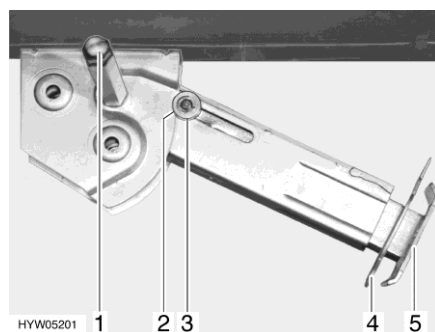

Fig. 36 Piedino di stazionamento
- Inserire la chiave a tubo nell'esagonale (Fig. 36,1) e ruotare fino a quando il piedino di stazionamento non si trova in posizione verticale verso il basso.
- Estrarre la copiglia (Fig. 36,4) dal prolungamento dell'estremità del piedino (Fig. 36,5).
- Inserire la chiave a tubo nell'esagonale (Fig. 36,1) e ruotare fino a quando il piedino di stazionamento non si stacca dal terreno.
- Spingere completamente all'interno il prolungamento dell'estremità del piedino (Fig. 36,5) e inserire la copiglia (Fig. 36,4) nel foro apposito.
- Ruotare la chiave a tubo nell'esagonale (Fig. 36,1), fino a quando il piedino di stazionamento non è sollevato verso l'alto e la guida (Fig. 36,3) è rientrata totalmente nell'intaglio (Fig. 36,2).